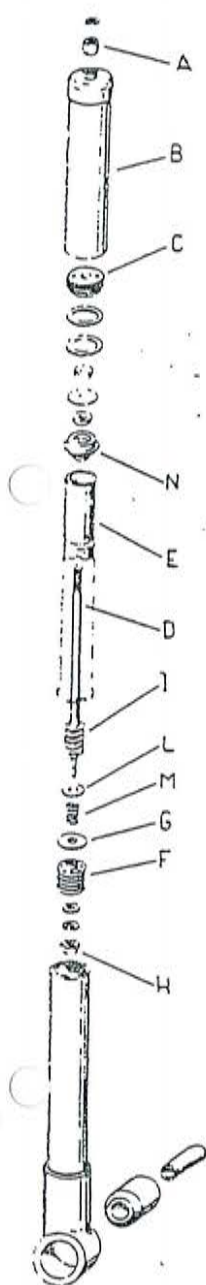

Fig. 81
- c) - Montare sulla parte superiore del tubo interno E il boccolo guida stelo N con le rispettive guarnizioni e rondelle secondo l'ordine indicato in fig. 81.